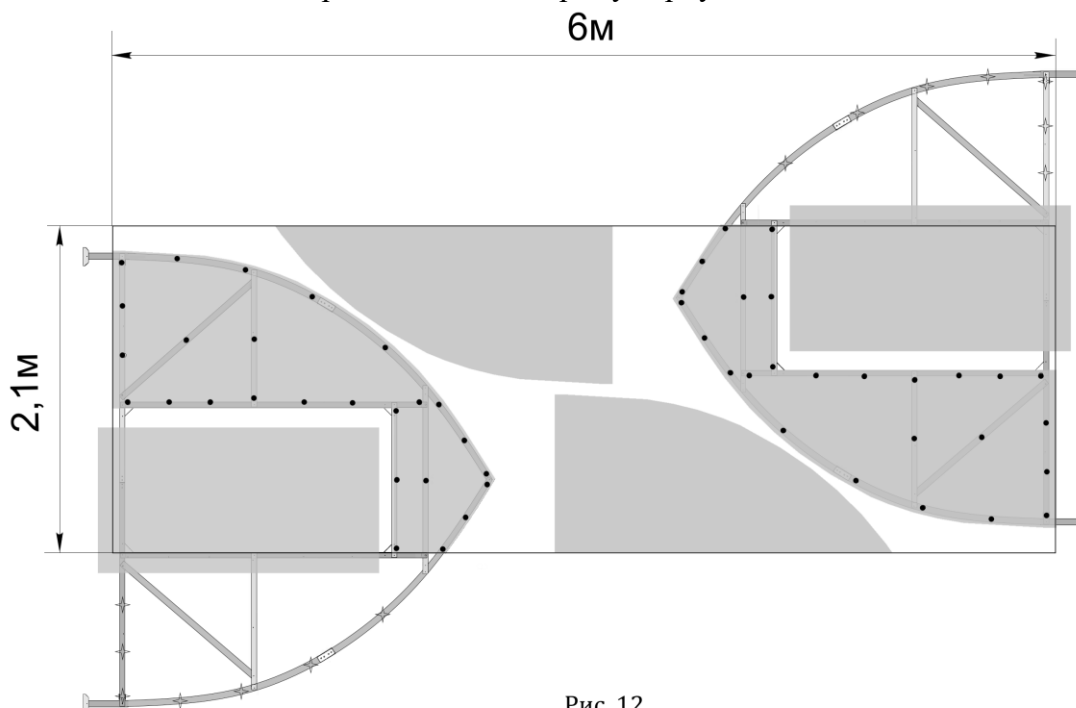

Рис. 12
- 3.2.1. Вы можете использовать любой из вариантов раскроя поликарбоната для покрытия торцов указанных на рисунках 12 и 13. На ровный участок положите доски, на доски положите собранный торец наружной стороной вверх. Маркером отметьте места крепления покрытия на торце (рис. 12). Шуруповертом сделайте саморезом проколы в отмеченных местах.